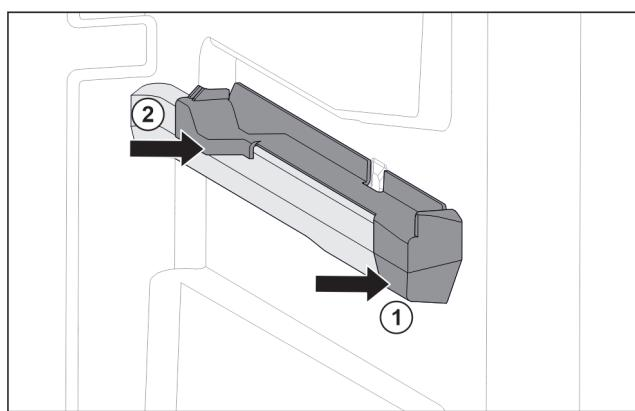

Fig. 53 Вставна частина на правому ребрі для резервуару
- Одягти вставну частину вперед на ребро резервуару. Fig. 53 (1)
- Притиснути вставну частину позаду. Fig. 53 (2)